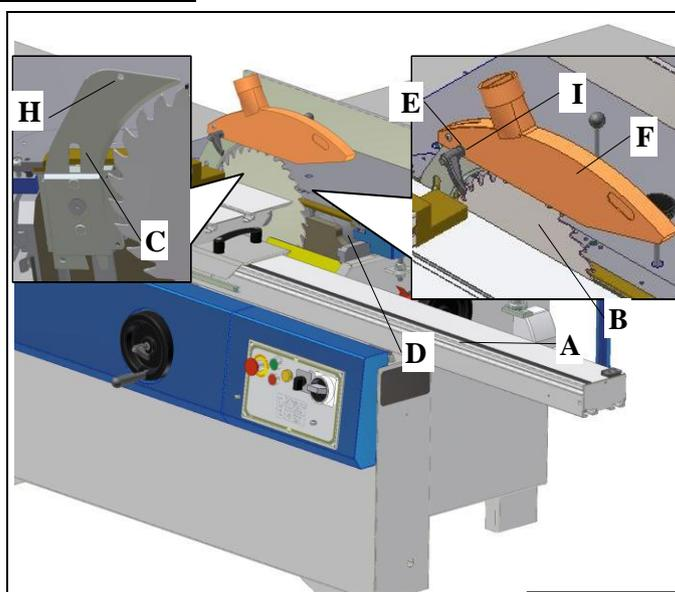

fig. 10
### **C.5.7. Montage de la protecteur de la lame /fig. 10/.**
- A l'aide du volant A (fig. 10) soulevez la lame B et le couteau diviseur C au-dessus de la table de travail D.